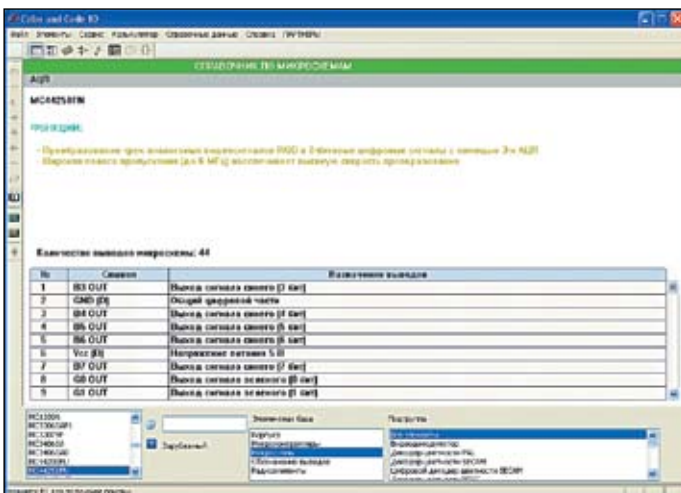

Рис. 4. Вывод информации по микросхемам
- Остальные режимы доступны только при выборе базы микросхем (рис. 4) или микроконтроллеров: